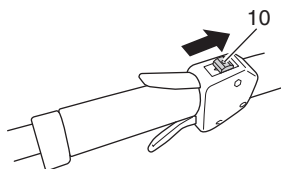

Fig. 8
(1) Lleve la llave de ignición (10) a la posición ON (encendido). (Fig. 8)